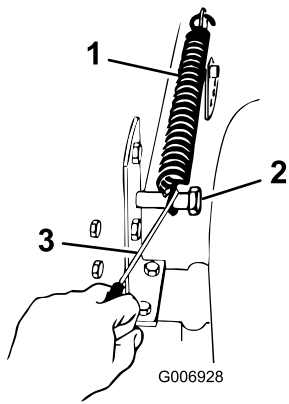

Figure 37
- Enlevez le ressort compensateur de hauteur de coupe du boulon de fixation (Figure 37). Ce ressort se trouve entre le châssis et la roue arrière droite.
- Placez le levier de hauteur de coupe à la position "D". Accrochez le ressort de compensation au boulon de fixation pour ne pas le perdre (Figure 37).